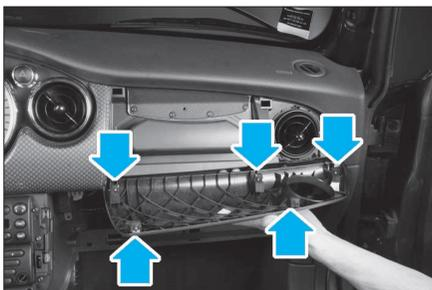
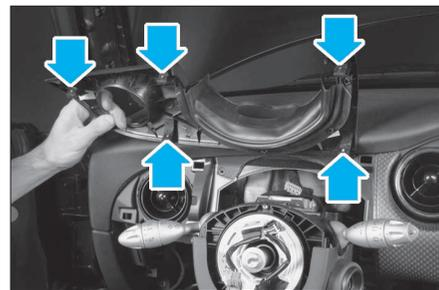

FIG. 22
FIG. 23
- Décliper la bande décorative passager (Fig.22) et conducteur (Fig.23) en tirant vers soit.